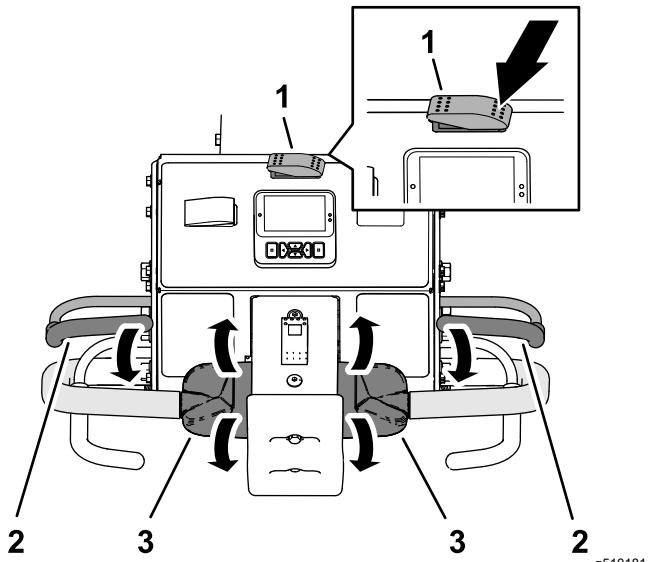

図 76
3. 移動走行・エアレーションスイッチの左側を押しで移動走行位置にする図 76。
- 左または右のハンドルバーとオペレータベイルをつかんで図 76 ベイルを握り込む。